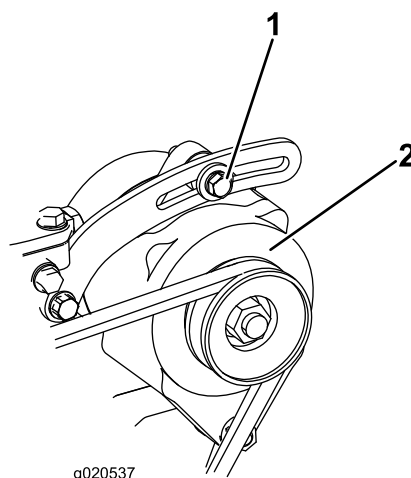

Figure 99
1. Si vous n'obtenez pas une flèche de 10 mm, desserrez les boulons de fixation de l'alternateur (Figure 99).